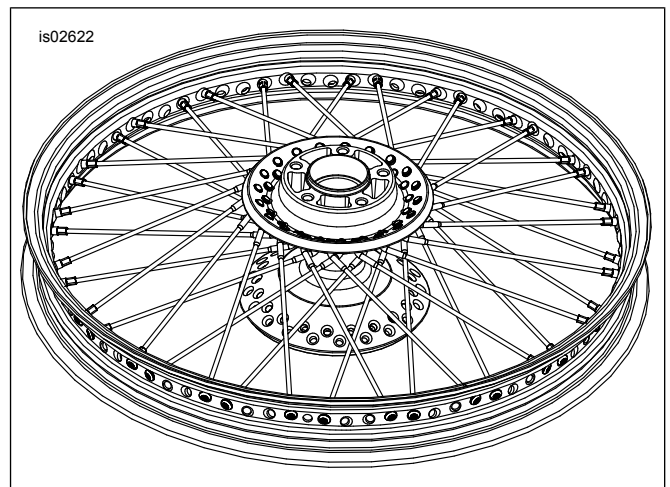

Figura 6. Installare i raggi interni (la figura ritrae la ruota da 21 pollici)
5. Vedere Figura 6. Inserire nel mozzo il primo raggio della fila **interna**. Inclinare il raggio in senso antiorario, incrociando **quattro** raggi della fila esterna. Assemblare, senza serrare, i nippli del raggio.